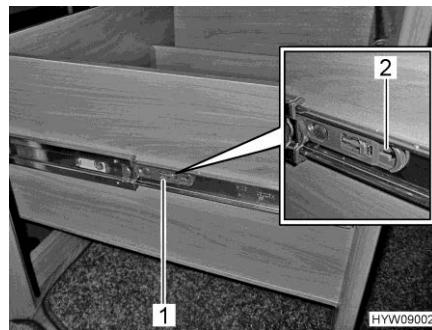

Fig. 129 Cassetto del piano di lavoro
- Tirare la linguetta (Fig. 129,1) su entrambi i lati del cassetto del piano di lavoro nella direzione della freccia (Fig. 129,2). Il cassetto del piano di lavoro può essere estraotto tramite l'arresto.